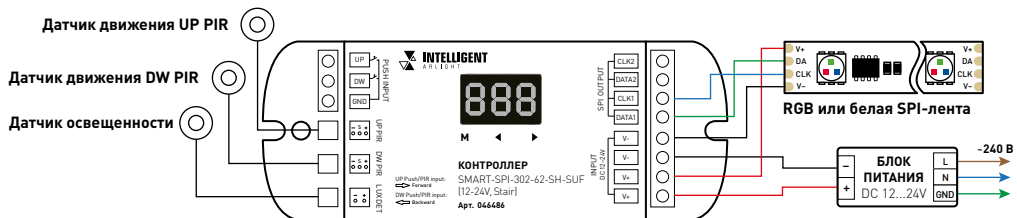

Рис. 1. Схема подключения к 4-х проводной ленте к контроллеру
3.2. Подключите контроллер в соответствии со схемами на рис. 1–4: